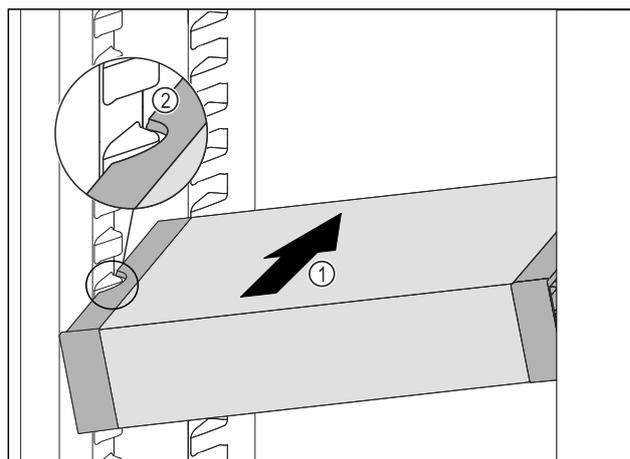

Fig. 83
- ▶ Inserire VarioSafe ad angolo nel vano frigorifero Fig. 83 (1), fino a quando le cavità laterali Fig. 83 (2) di VarioSafe non si trovano al livello della nervatura del contenitore nel vano frigorifero.